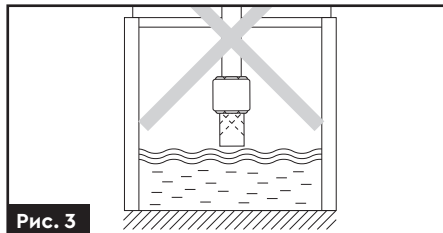

Рис. 3
- › Зворотний клапан з фільтром грубого очищення не має бути на рівні або вище за дзеркало води (рис. 3).